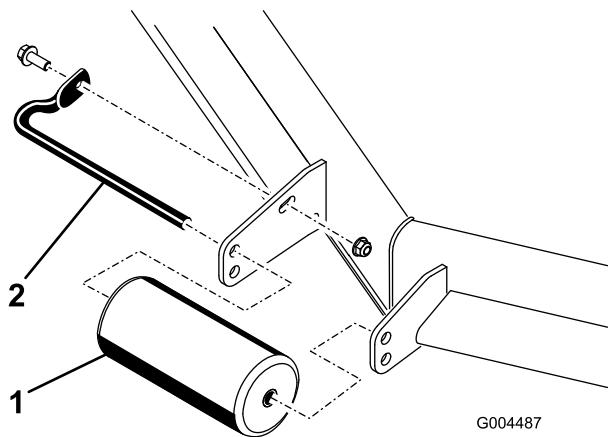

Figura 10
4. Retire os fixadores prendendo cada rolo no seu cortador e move os rolos para cima ou para baixo, como desejar (Figura 10).